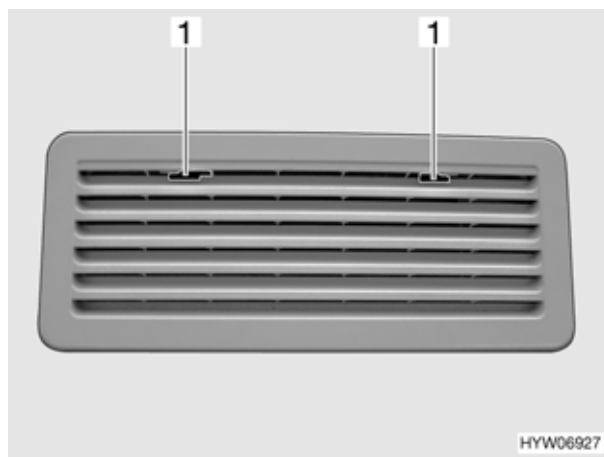

Fig. 154 Griglia di aerazione del frigorifero (variante 2)
- Spingere verso il centro l'arresto (Fig. 154,1).